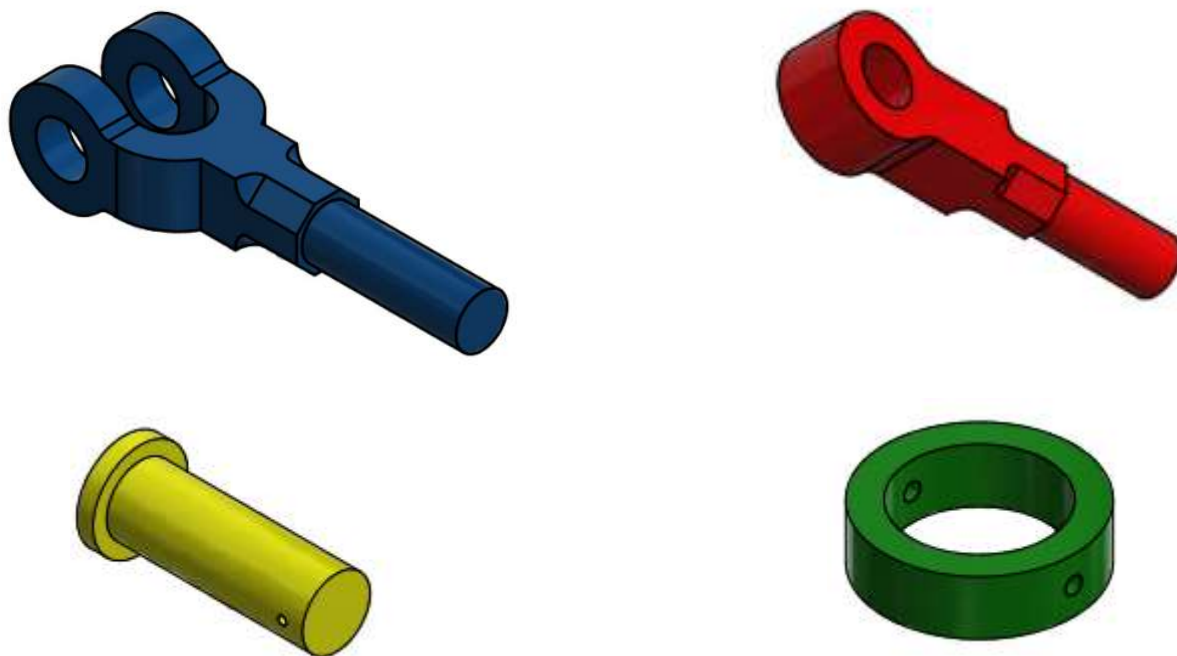

Figura 1
- 1) Obtener los planos de los componente que se muestran en la figura 1 o los propuestos por el profesor.